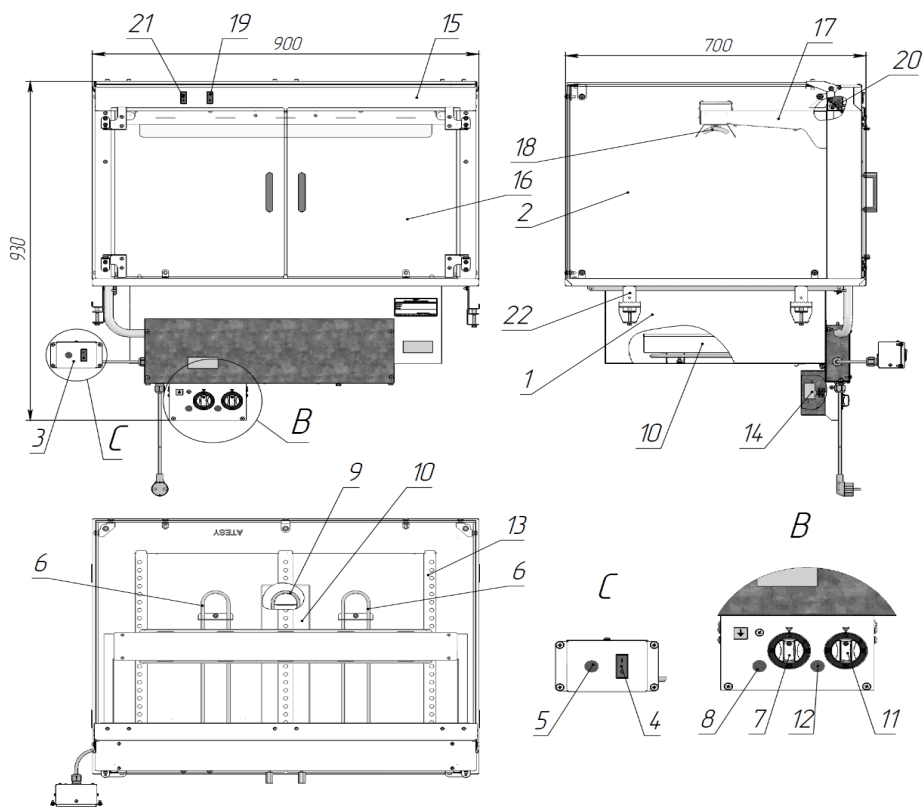

Рис.1
1.3.2.1 Изделие, см. рисунок 1, состоит из ванны поз.1 и верхней стеклянной камеры поз.2. Включение витрины осуществляется при помощи пульта управления поз.3, с установленным на нем выключателем поз.4. Лампа поз.5 сигнализирует о том, что изделие находится под напряжением. В ванну поз.1 устанавливаются стандартные гастрೋемкости GN 1/1 глубиной не более 150 мм. Гастрೋемкости в комплект поставки не входят. Подогрев продуктов в гастрೋемкостях осуществляется включением двух крайних ТЭНов поз.6, регулировка которых осуществляется с помощью поворота ручки терморегулятора поз.7. Лампа поз.8 сигнализирует о работе двух крайних ТЭНов. Над средним ТЭНом поз.9 устанавливается ванночка поз.10, наполненная водой. Нагрев воды в ванночке осуществляется с помощью среднего ТЭНа поз.9. С помощью ручки терморегулятора поз.11 регулируется температура воды в ванночке. Лампа поз.12 сигнализирует о работе среднего ТЭНа. Для установки гастрೋемкостей используются съёмные перегородки поз.13 (3 шт.), в которых установлены ползунки, передвижением которых регулируется подача влаги в верхнюю камеру при работе среднего ТЭНа. Предотвращение аварийной ситуации обеспечивает термоограничитель поз.14, который отключает работу ТЭНов при нагреве ванны до температуры более 130°C. Верхняя камера витрины состоит из стекла, что позволяет клиентам рассмотреть готовые продукты с разных сторон, П-образной полки поз.15 и распашных дверок поз.16. На П-образной полке расположены кронштейны поз.17 (2 шт.), на которых установлены керамические инфракрасные излучатели поз.18 (2 шт.). Включение излучателей осуществляется выключателем поз.19. Предусмотрена подсветка верхней камеры светодиодным светильником поз.20, для включения которой используется выключатель поз.21. Для удобства проведения гигиенической очистки стеклянной камеры от конденсата и жира предусмотрен поворот верхнего стекла камеры до вертикального положения. При установке тепловой витрины на столешницу тумбы предусмотрены кронштейны поз.22 для её фиксации.